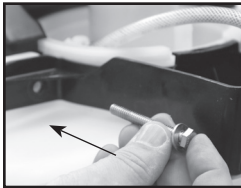

Figure 8
- 9) Vuelva a montar el conjunto de la estructura en el tanque del pulverizador. Utilice una llave de dado, tanto en el perno como en la tuerca, para ajustar (Fig. 8).